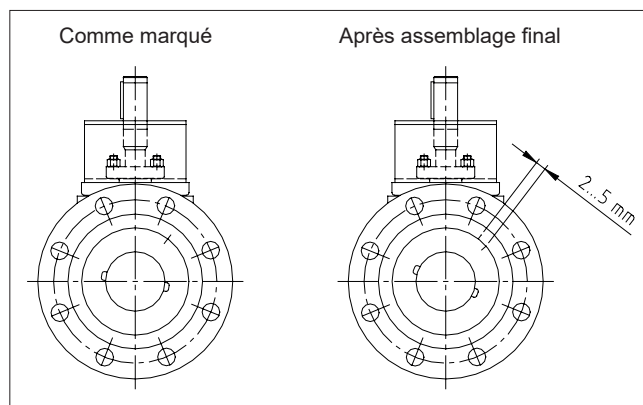

Fig. 32 Marquage de repérage de la position de l'insert
- Monter l'insert (2) dans le corps (1). Le serrer doucement de manière à assurer qu'il est complètement engagé. Marquer la position, par exemple avec un feutre, contre le corps au point du repère de l'insert, comme indiqué sur la figure 32. Redévisser l'insert et l'enlever du corps.
- Poser avec prudence l'insert (2) dans le demi-corps inférieur. **Attention à ne pas laisser tomber le siège H ou G du demi-corps supérieur !**
- Visser l'insert l'assemblage de siège dans le corps. L'horizontale de la vanne rend alors l'opération la plus facile possible. Serrer l'insert à l'aide de l'outil spécial jusqu'à ce que le demi-corps supérieur dépasse de 2 à 5 mm le repère marqué précédemment. Cf. figure 32.
- Enlever les écrous du fouloir et l'un des deux goujons, monter les plaques de retenue (42), remettre le goujon enlevé et poser les sets de ressorts-ressorts (150) sur les goujons du fouloir. Serrer les écrous (18) de manière à comprimer les ressorts à la hauteur Hc (cf. tableau 1). Bloquer les écrous avec un frein filet de type Loctite 221.